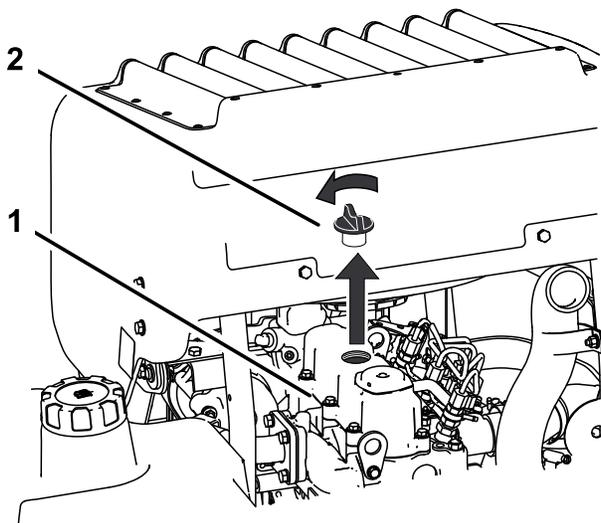

Figura 46
6. Togliete il tappo di riempimento dell'olio da sopra il motore (Figura 46), per agevolare la fuoriuscita dell'olio.
2. Togliete il tappo dell'olio e l'asta di livello (Figura 46).